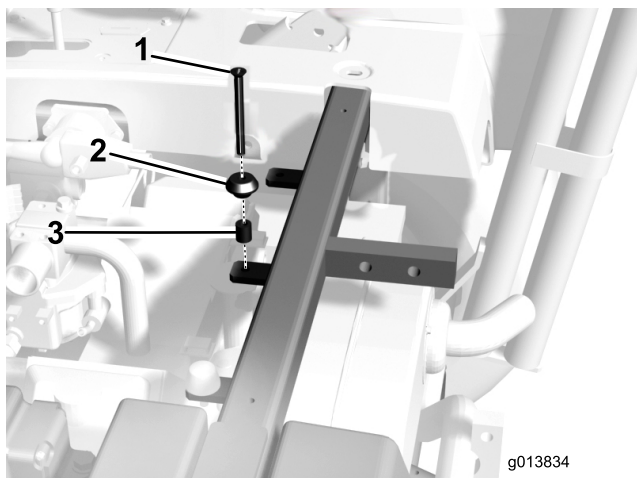

Figura 8
12. Insira o novo parafuso da máquina, o poste do assento existente e o espaçador na estrutura de suporte (Figura 8). Não instale a porca nesta altura.